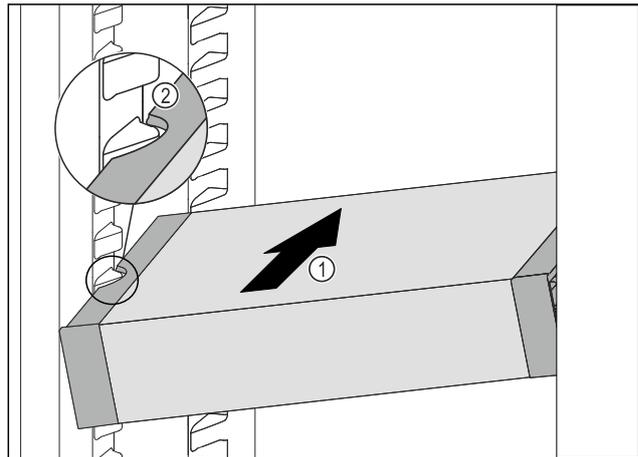

Fig. 105
- ▶ Insérer le VarioSafe en biais dans la partie réfrigérateur Fig. 105 (1) jusqu'à ce que les encoches latérales Fig. 105 (2) du VarioSafe se trouvent à la hauteur de la nervure du bac dans la partie réfrigérateur.